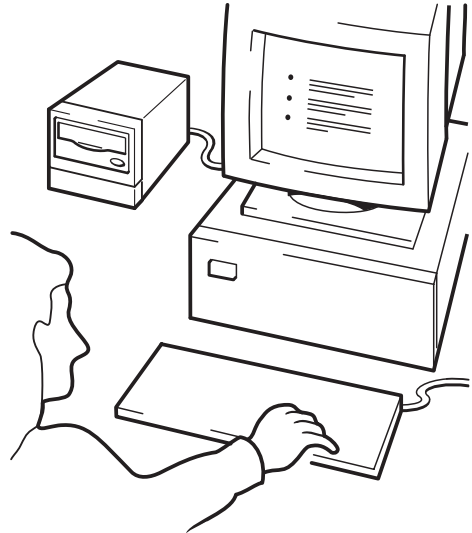

Figure 10d : utilisation de HP OBDR, étape 4
- 4 Suivez les instructions à l'écran pour configurer le système d'exploitation (voir figure 10d). En règle générale, vous pouvez accepter la réponse par défaut pour tous les messages : appuyez simplement sur <Entrée>, par exemple.